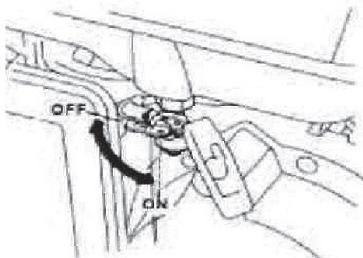

Рис. 3
- Переведите топливный кран в положение «Открыто». (Рис. 3)